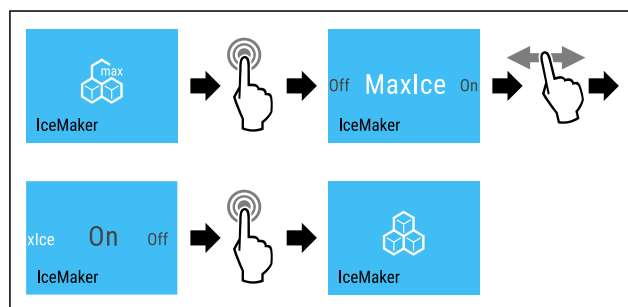

Fig. 19
- Proved'te akční kroky (viz Fig. 19) .